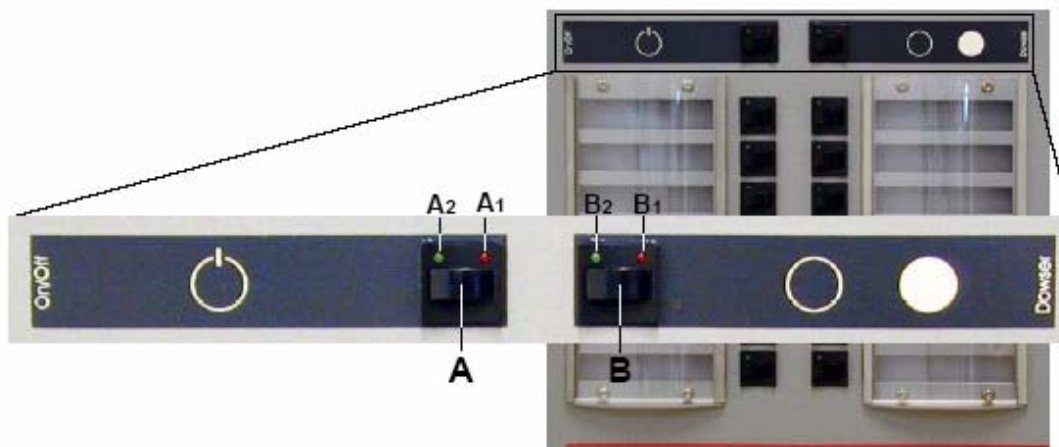

图 9-8 灯泡点火和打开挡板
1. 从上电的数字放映机，按下按钮(A)启动灯泡点火，接着按下按钮(B)打开挡板。(图9-8)
3. 按下挡光板按钮(B)。(图 9-8)